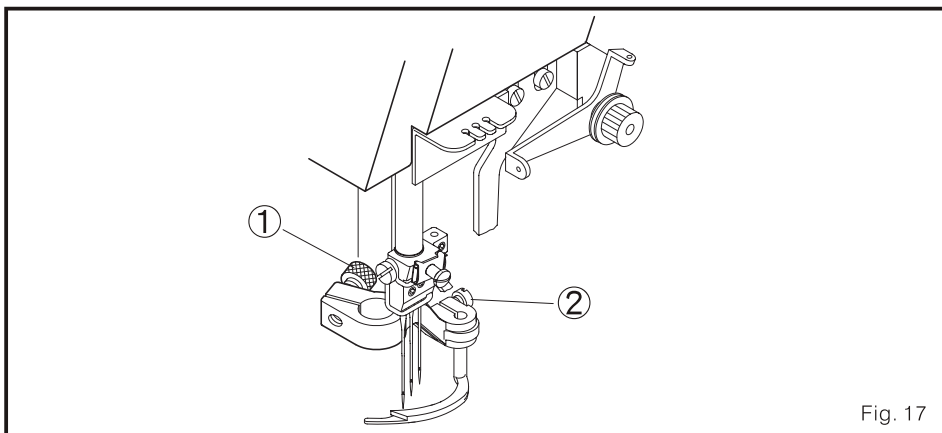

Fig. 17
4. Por favor, solte os parafusos 1 e 2. Também ajuste-os corretamente previamente nas posições como se faz menções d ele. (Fig. 17)